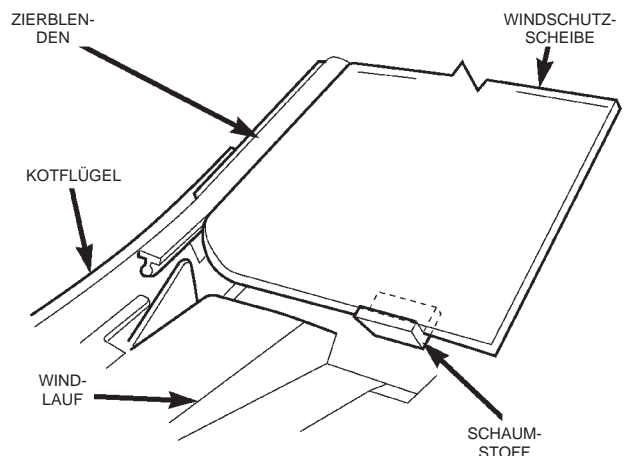

Abb. 2 Zierblenden/Windschutzscheibe
(1) Innen-Rückspiegel ausbauen.
(2) Windlaufabdeckung abbauen. Näheres hierzu siehe "Windlaufabdeckung ausbauen" in diesem Kapitel.
(3) Ggf. Regenrinne abbauen, um Zugang zu den Halteschrauben der Zierleisten/Windschutzscheibe zu erhalten (Abb. 2). Zierblende mit einer Zange unten von der A-Säule abziehen.